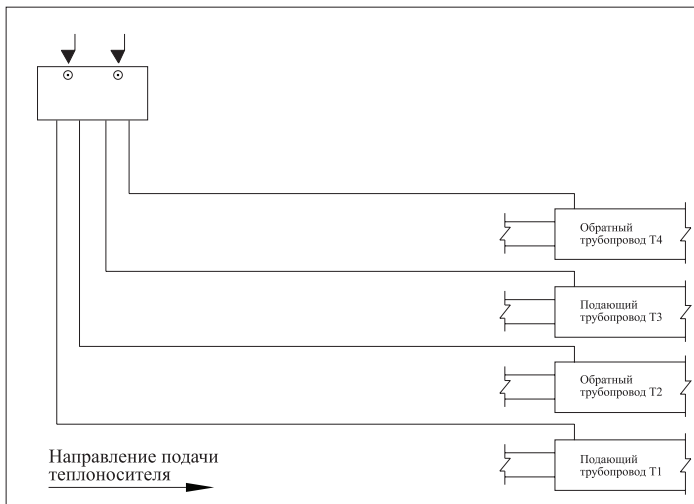

Рис. 2 «Закольцовка одной четырехтрубной системы ОДК»
- 2.1. Закольцовка одной четырехтрубной системы ОДК - **Рис. 2, 7.**